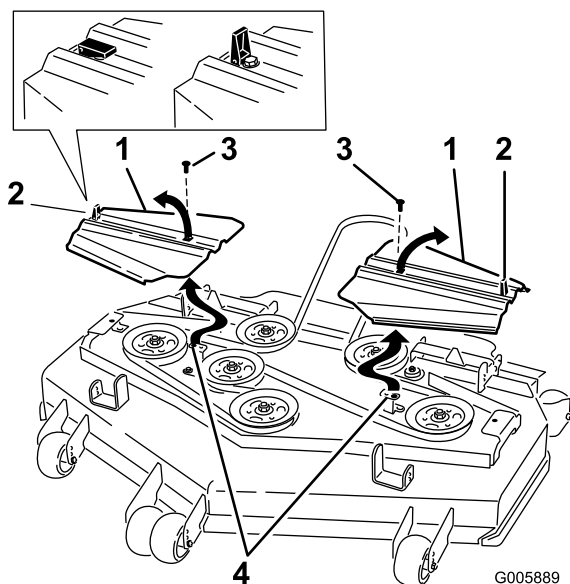

Figure 62
12. Posez les couvercles de courroies en engageant les languettes dans les rainures. Posez les vis et fermez les verrous (Figure 62).